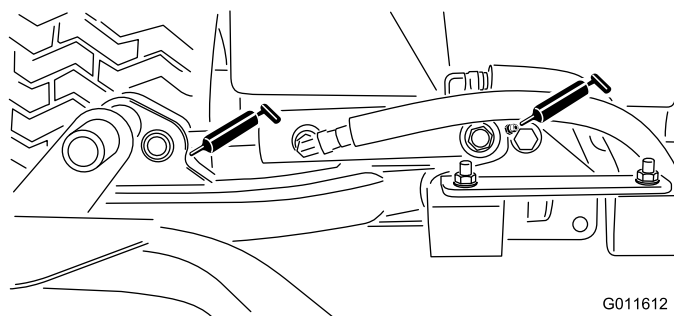

図 30
- 昇降アームのシリンダ各カッティングユニットの2ヶ所 図 30
- 昇降アームのピボット各アームに1ヶ所 図 30